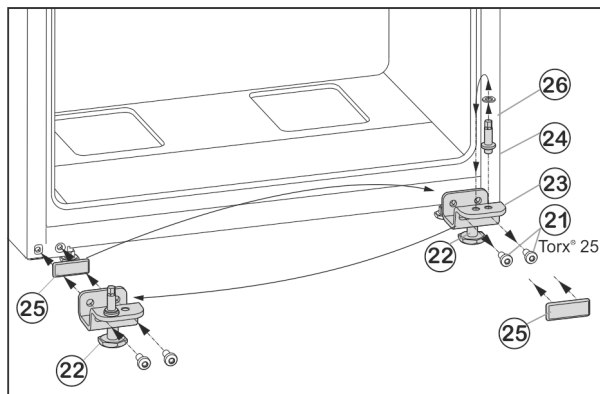

Fig. 9
- ▶ Викрутіть гвинти кріплення *Fig. 9 (21)*.
- ▶ Зніміть нижній опорний кронштейн *Fig. 9 (23)* разом із гвинтом *Fig. 9 (24)*, шайбою *Fig. 9 (26)* та установочною ніжкою *Fig. 9 (22)*.
- ▶ Відкрутіть гвинт *Fig. 9 (24)* разом із шайбою *Fig. 9 (26)*, переставте їх у протилежний отвір опорного кронштейна та знову закрутіть.
- ▶ Обережно зніміть кришку *Fig. 9 (25)* і переставте її на протилежний бік.
- ▶ Знову прикрутіть нижній опорний кронштейн *Fig. 9 (23)* разом із гвинтом *Fig. 9 (24)*, шайбою *Fig. 9 (26)* та установочною ніжкою *Fig. 9 (22)* на новий бік шарніра (з моментом 4 Нм), у разі необхідності скористайтеся пристроєм для електричного закручування гвинтів.
- ▶ Встановіть дверцята зверху на опорний гвинт *Fig. 9 (24)*.
- ▶ Викрутіть установочну ніжку *Fig. 9 (22)* на нижньому опорному кронштейні *Fig. 9 (23)*, доки він не буде опиратися на підлогу.